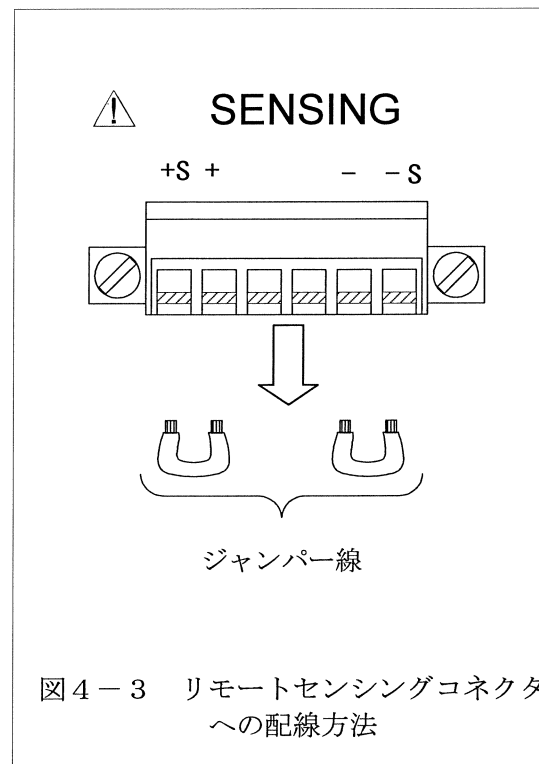

図4-3 リモートセンシングコネクタへの配線方法
- ・コネクタ上部のビス穴をマイナスドライバーにて、左（半時計回り）に回転させ導体固定板を下降させてジャンパー線を引き抜きます。（図4-3）
- ・ケーブル差込口に線材をさし込み、コネクタ上部のビス穴をマイナスドライバーにて、右（時計回り）に回転させ導体固定板を上昇させて締め付けてください。（図4-3）